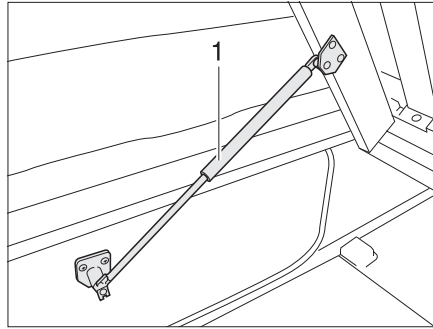

Bild 160 Festes Bett
- Lattenrost anheben. Die Gasdruck-Federn (Bild 160,1) halten den Lattenrost in geöffneter Stellung.